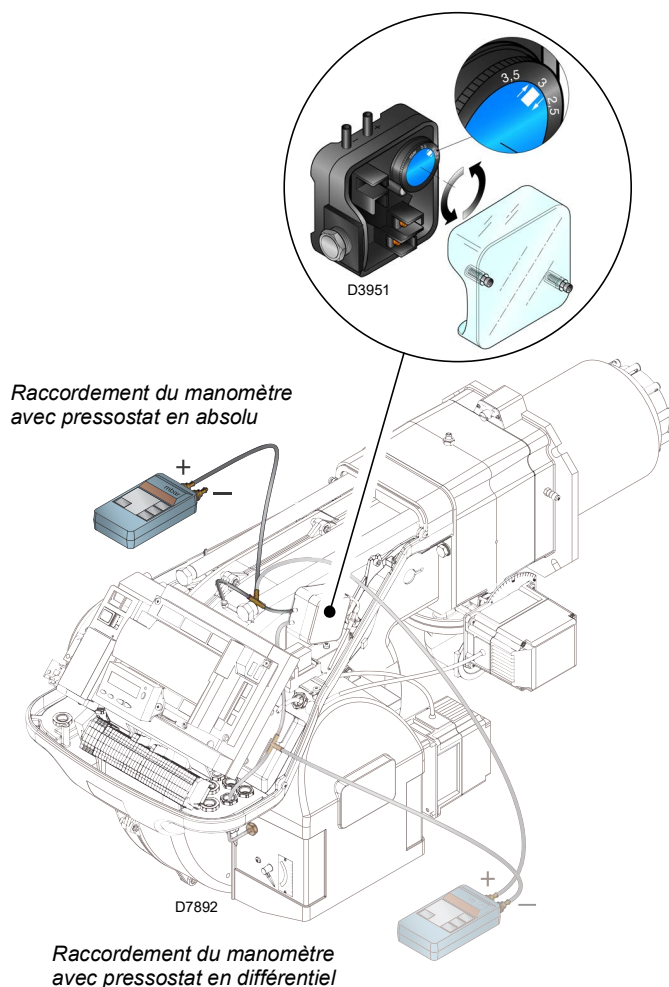

Fig. 31
- Régler le pressostat air (Fig. 31 à la page 35) au début de la graduation.
Régler le pressostat air (Fig. 31) après tous les autres réglages du brûleur avec le pressostat à air réglé au début d'échelle.
L'encombrement du brûleur est indiqué dans la Fig. 31. La configuration standard est celle du pressostat de l'air raccordé en absolu. A remarquer la présence d'un raccordement en «T» non fourni.
Dans certaines applications en fortes dépressions, le raccordement du pressostat ne lui permet pas de commuter. Dans ce cas il est nécessaire de raccorder le pressostat dans le mode différentiel, en appliquant un deuxième petit tuyau entre pressostat air et bouche d'aspiration du ventilateur. Dans ce cas il faut également connecter en mode différentiel le manomètre, comme indiqué sur la Fig. 31.